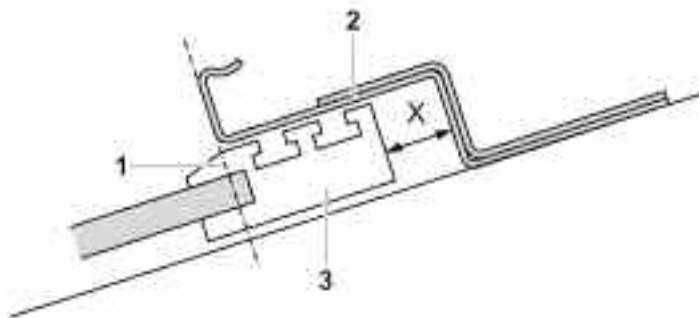

Figure 4-11: Espacement de l'étrier de montage au module
- ➔ Monter des rangées supplémentaires à un espacement x (15 mm) des modules (voir figure 4-11).